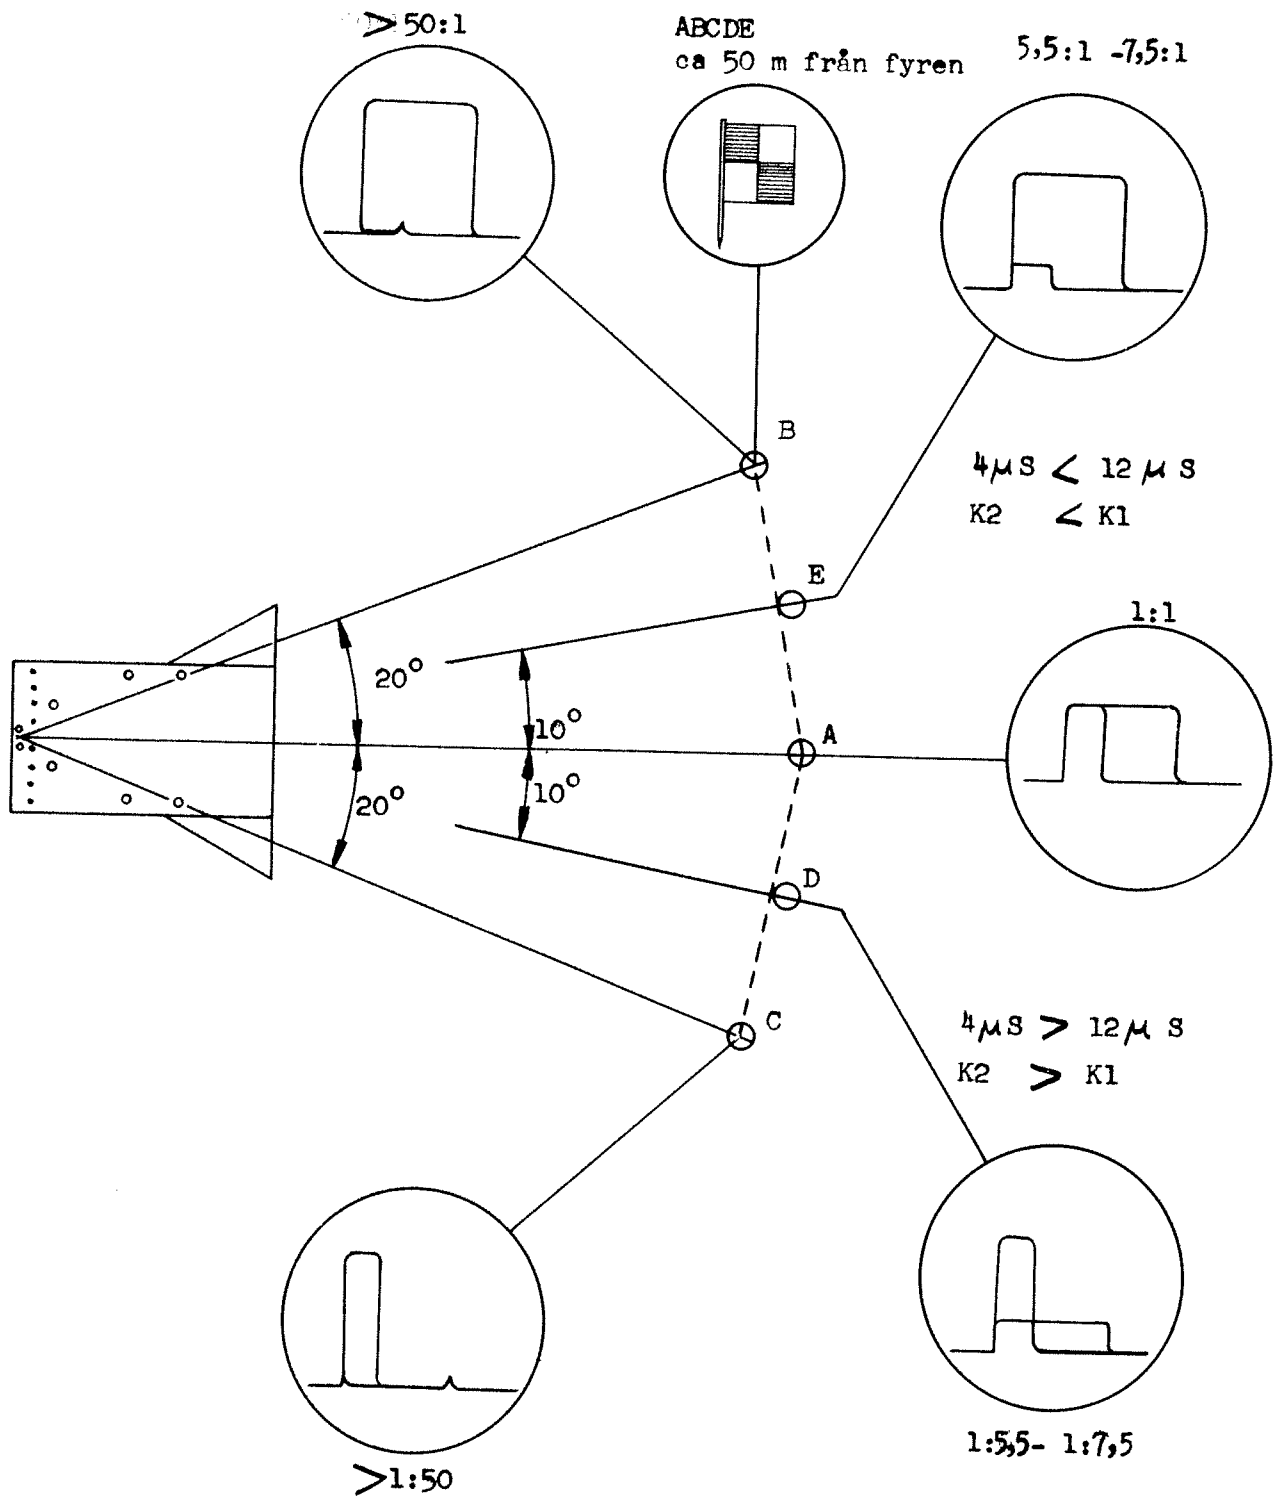

Bild 10
51. Vrid teleskopledningens ratt innebärande fasändring max c:a  $180^\circ$ , och observera samtidigt pulserna på oscilloskopet. Den korta pulsen skall öka i amplitud medan den långa skall minska. Om teleskopledningen når det ena eller andra ändläget innan den ena pulsen nått minimiamplitud omställs pulsomk S3 i slutsteget eller ev inkopplas någon av de korta koaxialledningar som ingår i utrustningen. Därefter justeras teleskopledningen till ett läge där den långa pulsen har minimiamplitud. Justera växelvis teleskopledning och KOPPLING TILL ANT 1 eller 2 och kontrollera på oscilloskopet att amplitudförhållandet mellan 12 och 4  $\mu$ s pulserna blir  $\approx 1:50$ . Se bild 10.
53. Kontrollera på oscilloskopet att amplitudförhållandet mellan 12 och 4  $\mu$ s pulserna är  $\approx 50:1$ . Se bild 10. Med hög förstärkning på oscilloskopet skall den minsta pulsen knappt vara skönjbar. Om så inte är fallet, får finjustering utföras med potentiometern RV1 eller RV2, beroende på aktuellt sändarrör i slutsteg 2. Se bild 8. Kan utsläckning fortfarande inte erhållas fintrimmas galleravstämningen till den krets (V2 eller V3) som orsakar restpulsen.
Se bild 10.
106. Märk ut pkt A med vimpel. Se bild 10.